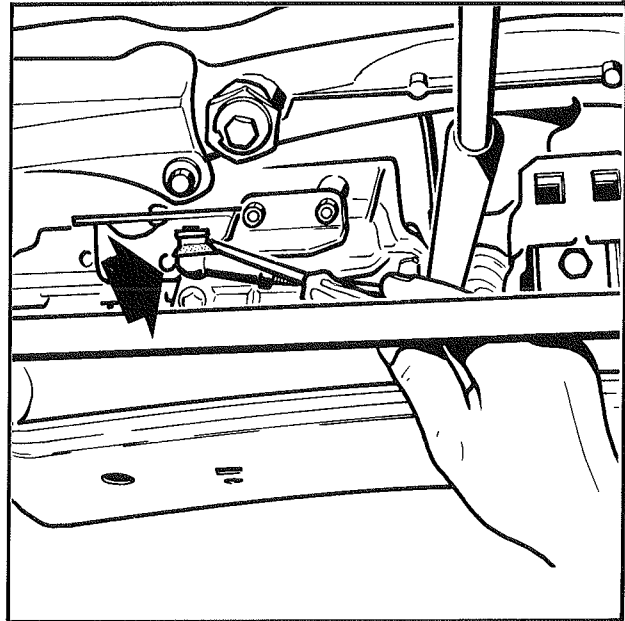

Fig. 3
- la rotule du relais de sélection (Fig. 3).